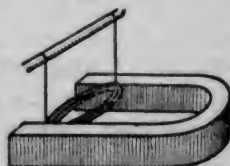

Abb. 85
d) Lege einen Magneten so auf den Tisch, wie es Abb. 85 zeigt! Zwischen die beiden Pole hänge eine Spule aus isoliertem Kupferdraht! Schicke durch die Spule den Strom einer Taschenbatterie! Die Spule zeigt ein deutliches Drehen. Ändere die Drehrichtung durch Polwechsel oder Umkehrung der Stromrichtung!